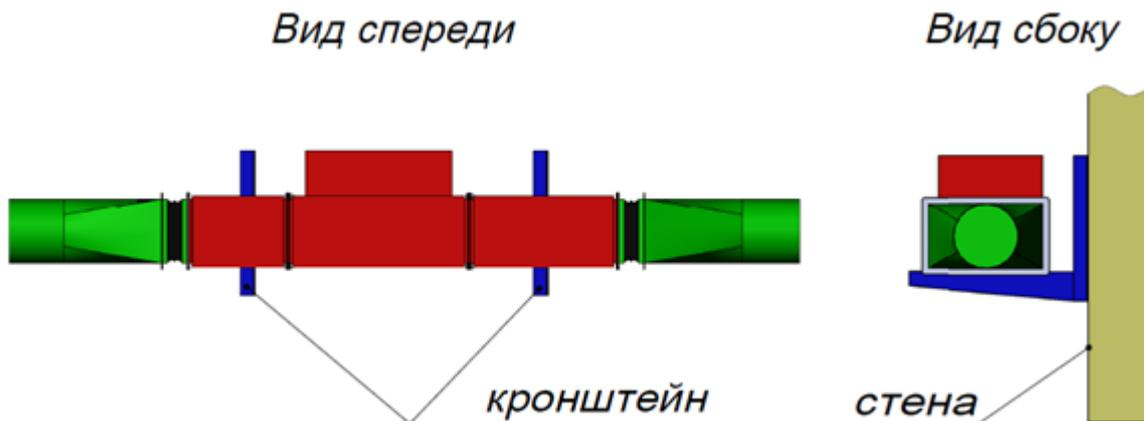

Рис. 5. Крепление Газоконвертора к стене
- На кронштейны, закрепленные на стене (Рис. 5)